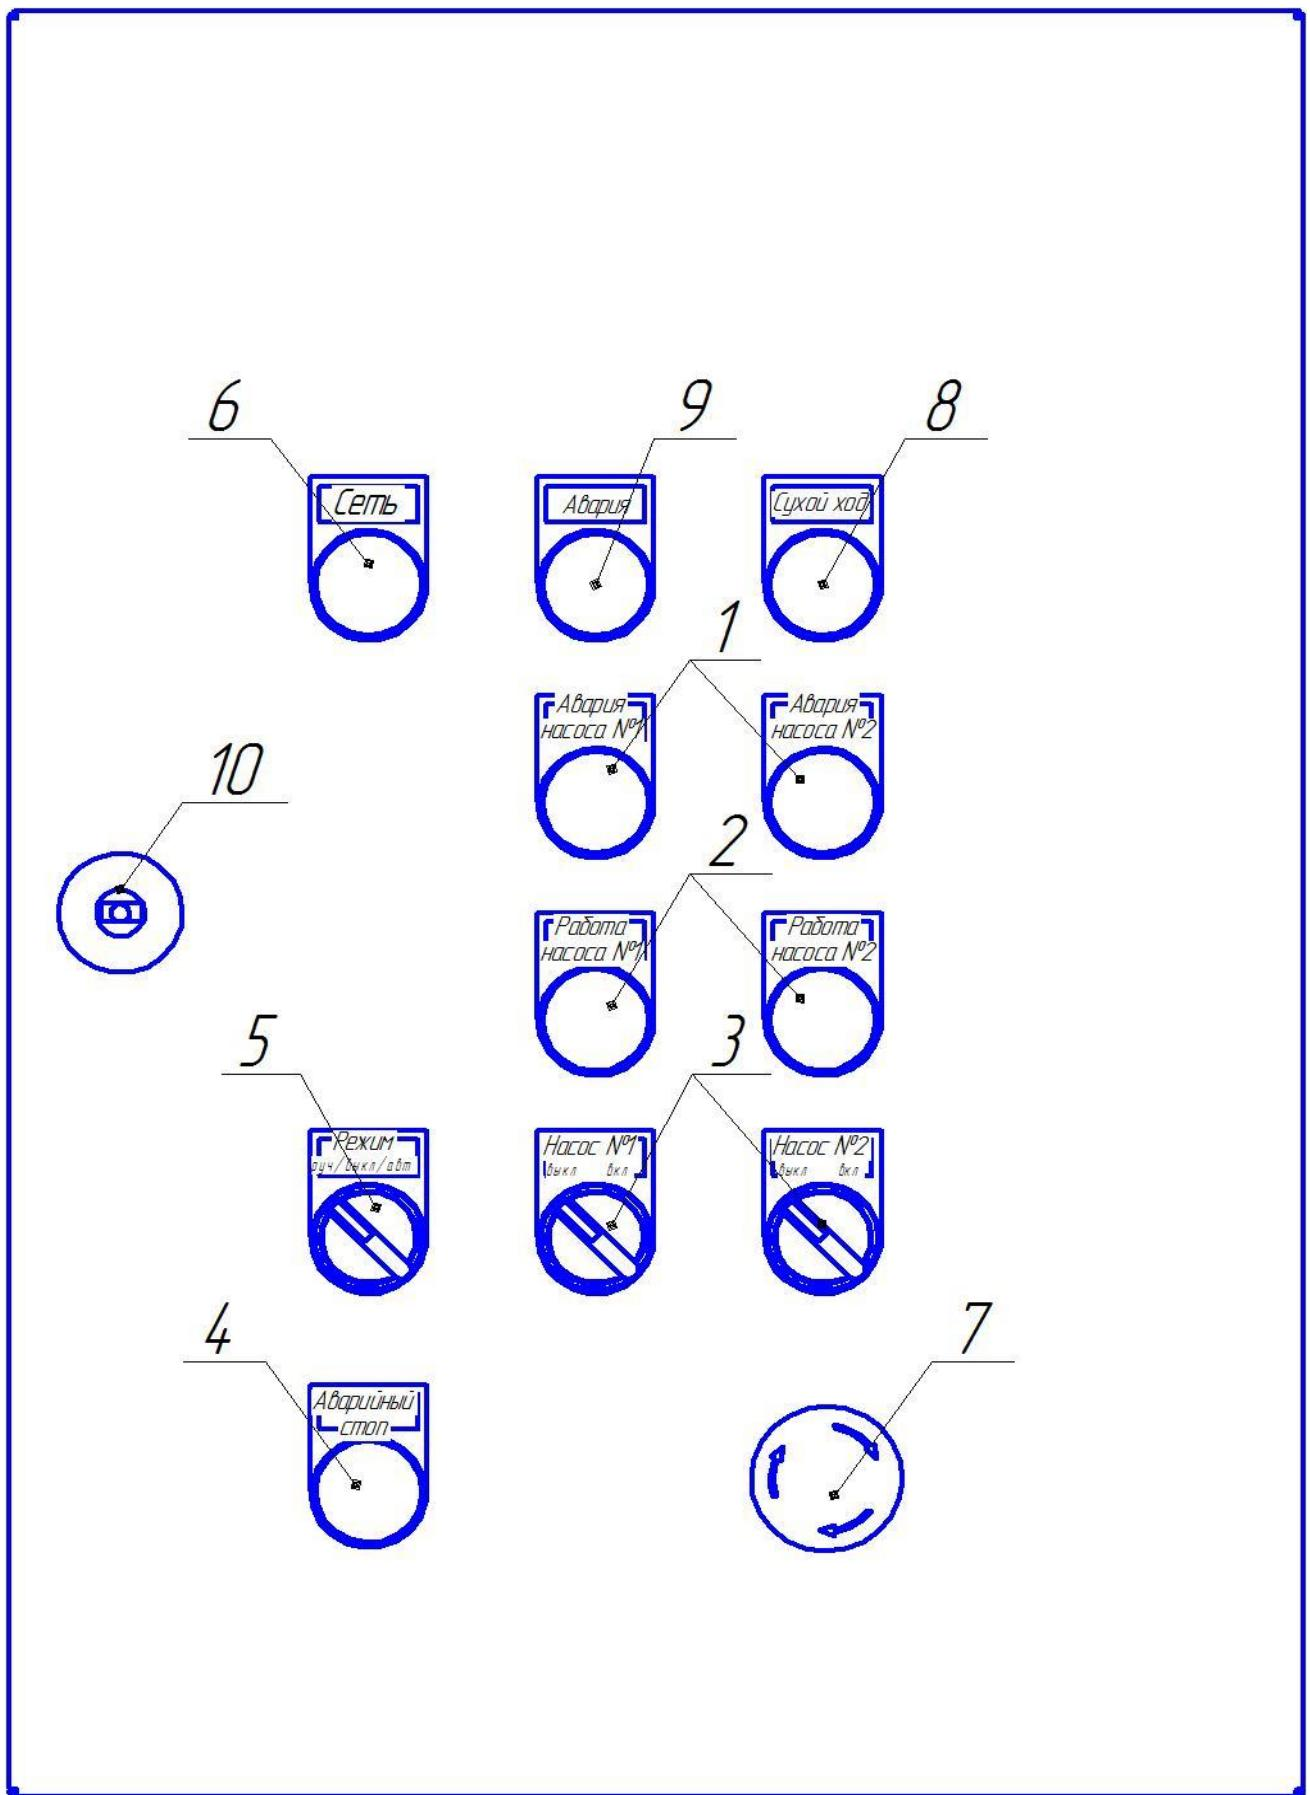

Рис. 2 Органы управления и индикации пульта управления
3.2 Органы управления и индикации на передней панели пульта управления приведены на рис. 2
3.3 Назначение органов управления и индикации передней панели пульта, указанных на рис.2, приведены в таблице 3.
- Установите переключатели насосов «Выкл./Вкл.» (рис.2 поз.3), в положение «Выкл.».
- Установите переключатель «Режим Ручн./Выкл./Автом.» (рис.2 поз. 5) в положение «Выкл.».
- Включите переключатель электропитания станции (рис.2 поз .9) в положение «Вкл.», загорится светодиод «Сеть» (рис.2 поз. 6).
- Проверьте правильность вращения рабочего колеса насоса. Переведите переключатель «Режим Ручн./Выкл./Автом.» (рис.2 поз. 5) в положение «Ручн.».
- Запустите насос на 2-3 секунды включением одного из переключателей насосов «Выкл./Вкл.» (рис.2 поз. 3) в положение «Вкл.», и внимательно наблюдая за вращением крыльчатки охлаждения электродвигателя, определить направление вращения рабочего колеса. Рабочее колесо должно вращаться по направлению стрелки, изображенной на корпусе насоса. Аналогично проверьте направление вращения рабочего колеса второго насоса.
- включить переключатель электропитания станции (рис.2 поз.9) в положение «Вкл.», при этом должен загореться светодиод «Сеть» (поз.6)
- установить переключатели насосов, которые будут находиться в работе «Выкл./Вкл.» (рис.2 поз.3), в положение «Вкл.».
- установить переключатели насосов, которые не будут находиться в работе «Выкл./Вкл.» (рис.2 поз.3), в положение «Выкл.».
- переключатель «Режим Ручн./Выкл./Автом.» (рис.2 поз.5) установить в положение «Ручн.».
- включить переключатель электропитания станции (рис.2 поз .9) в положение «Вкл.», при этом должен загореться светодиод «Сеть» (рис.2 поз. 6)..
- установить переключатели насосов «Выкл./Вкл.» (рис.2 поз.) в положение «Вкл.».
- переключатель «Режим Ручн./Выкл./Автом.» (рис.2 поз.5) установить в положение «Автом.»
5.5 При возникновении нештатной ситуации для одновременной остановки всех насосных агрегатов необходимо нажать кнопку аварийной остановки (рис.2 поз.7). В нажатом положении кнопка фиксируется и загорается индикатор «Аварийный стоп» (рис.2 поз.4)
5.7 Индикатор «Сухой ход» (рис.2 поз.8) мигает после срабатывания реле протока.
Индикатор «Сухой ход» (рис.2 поз.8) после срабатывания поплавкового выключателя горит не мигая.
При срабатывании реле протока станция аварийно отключится через 8-10сек. Отключение данного аварийного режима происходит после установки переключателя «Режим Ручн./Выкл./Автом.» (рис.2 поз.5) в положение «Выкл.» или выключении электропитания на насосную станцию. Последующее включение насосной станции возможно только при наличии перекачиваемой жидкости во всасывающем коллекторе и насосах.